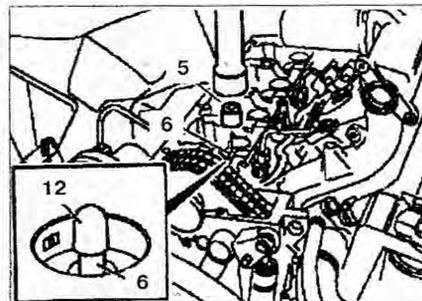

Рис. 2.22. Установите защитную крышку **12** на стержень клапана **6**.
20. Установите защитную крышку **12** на стержень клапана **6** и масляное углубление (рис. 2.22).